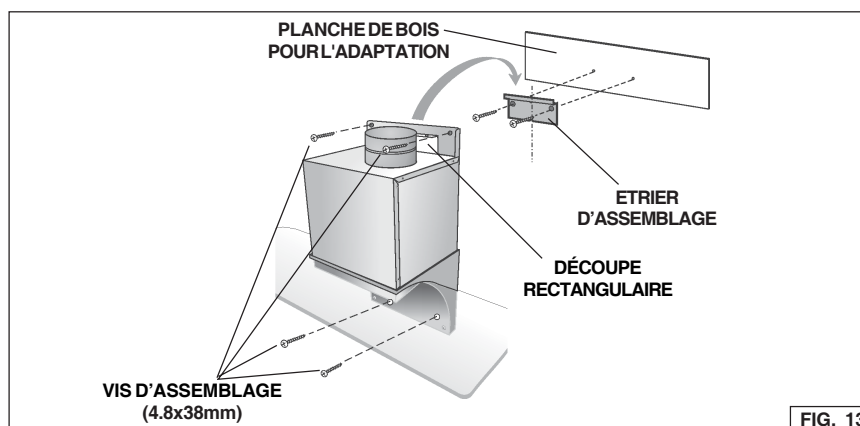

FIG. 13
2. Alignez l'ouverture rectangulaire située à l'arrière de la hotte avec l'étrier d'assemblage. Abaissez lentement la hotte jusqu'à ce qu'elle s'emboîte avec l'étrier (Fig. 13).
3. Fixez la hotte au moyen de (4) vis d'assemblage (4.8x38mm). Si vous ne disposez pas de poteaux de cloison ni d'armature, utilisez les chevilles murales fournies (Fig. 13).